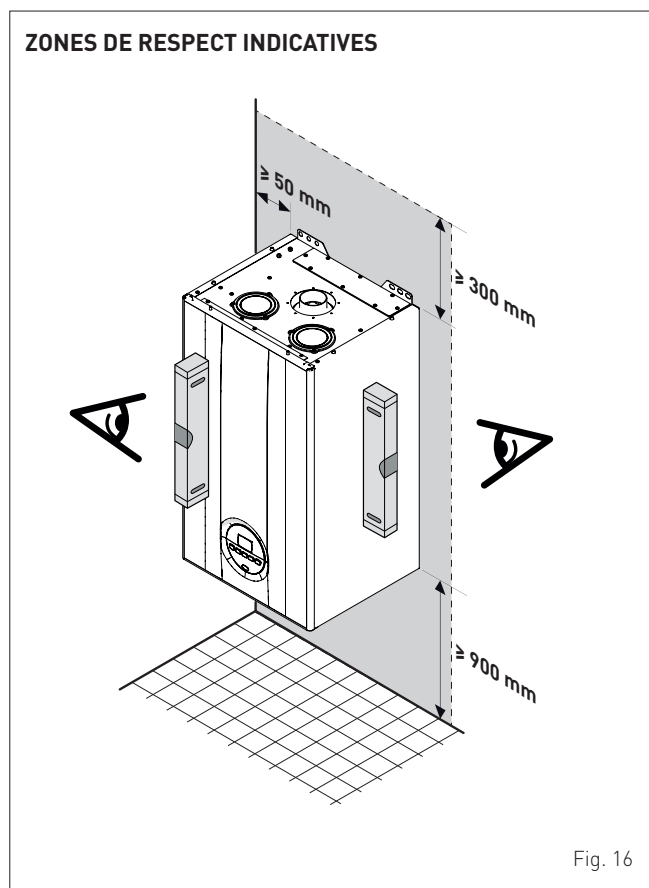

Fig. 16
- Tenir compte des espaces nécessaires pour accéder aux dispositifs de sécurité/réglage et pour la réalisation des opérations d'entretien (voir Fig. 16).